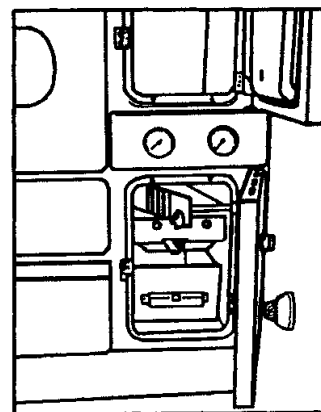
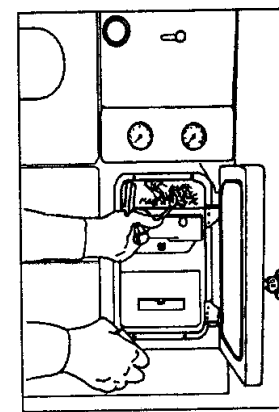

Bild 9
Bild 10
Befindet sich der Rost in unterer Lage, wird der Brennstoff über die offene Aschentür und den Gluthalter (Abb. 9 und. Abb. 10) befüllt und angezündet. Der Gluthalter (Abb. 1, Pos. 13) wird durch Anheben und Ziehen geöffnet. Befindet sich der Rost in oberer Lage, wird durch die Fülltür Papier und Hackholz auf den Rost gelegt und angezündet. Nach Entflammung kann der Herd mit Scheitholz oder mit Braunkohlenbrikett gefüllt werden
- In die untere Lage (Abb. 9 und 10) wird der Rost auf die gleiche Weise, wie in die obere Lage, gelegt, wobei am Ende der vordere Rostteil etwas angehoben wird. Durch die rechteckige Öffnungen des Hebelhalters (Abb. 1, Pos. 25) wird der Rostrüttelhebel eingesetzt. Der Rost wird langsam heruntergesetzt, so dass der Rostzahn in die Hebelöffnung eingreift.